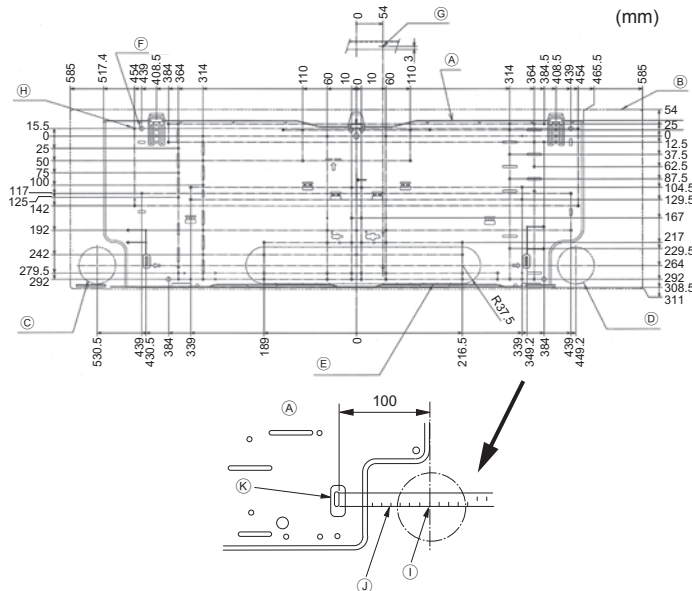

Fig. 3-2
■ PKFY-P-VKM-E (Fig. 3-2)
- Ⓐ Planche d'installation ①